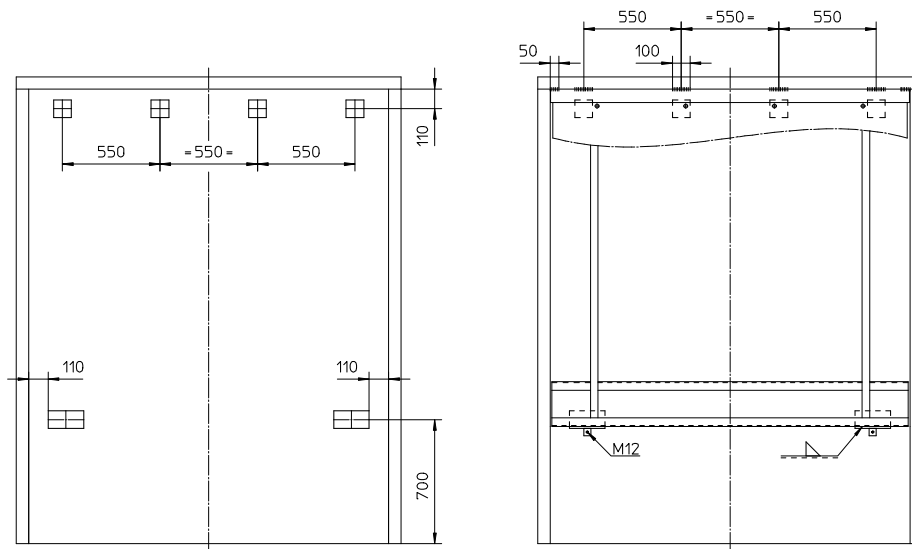
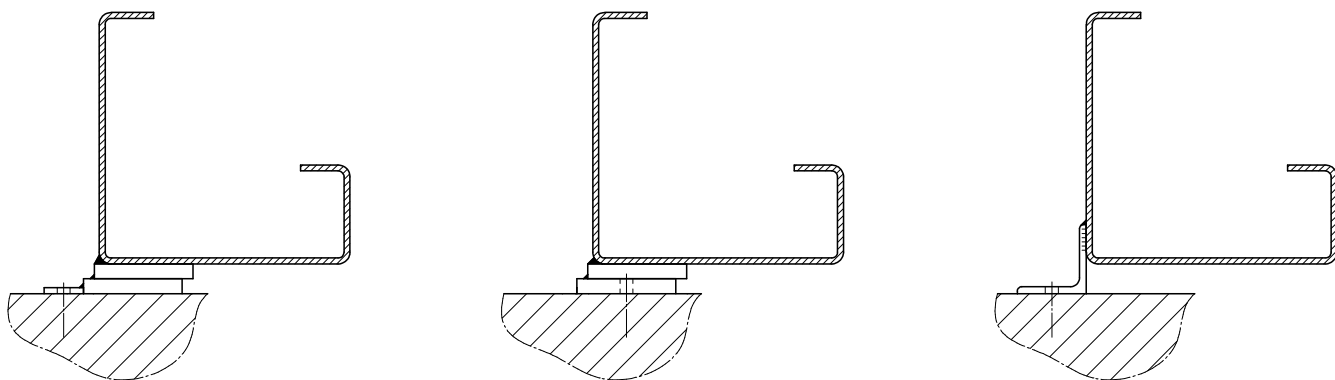

Fig. 4
Fig. 5
2.2 Installatie in dichte put (Fig. 4)
Plaats vulplaten (shims) afm. 100 x 100 mm op 4 plaatsen aan de achterzijde en shims (afm. 200 x 100 mm) op 2 plaatsen aan de voorzijde zoals aangegeven in Fig. 4, waarop het subframe van de laadbrug rust.
Wanneer subframe en putrand, dek en laadvloer, horizontaal liggen, las dan de shims vast. De dwarsbalk van het subframe moet aan de bodem van de put worden bevestigd, bijvoorbeeld door de shims met betonankers M12 te bevestigen, zie Fig. 5. Ook dient de achterzijde van het subframe aan de putrand gelast te worden, en wel op 6 plaatsen zoals aangegeven in Fig. 4.
2.2 Installation in dichter Grube (Fig. 4)
Bringen Sie Distanzplatten (Shims) mit den Maßen 100 x 100 mm an 4 Stellen an der Rückseite und Shims mit den Maßen 200 x 100 mm an 2 Stellen an der Vorderseite an, wie in Fig. 4 angegeben, worauf den Rahmen der Überladebrücke ruht.
Wenn Rahmen und Grubenrand, Deck und Rampe, waagrecht liegen, sind die Shims festzuschweißen. Den Querbalken des Rahmens muss am Grubenbodens befestigt werden, zum Beispiel durch verankern der Shims mit Anker M12, siehe Fig. 5. Weiterhin ist die hintere Seite des Rahmens an den Grubenrand festzuschweißen, und zwar an 6 Stellen wie gezeigt in Fig. 4.
2.2 Installation in closed pit (Fig. 4)
Place shims 100x100 mm at 4 locations at the back and shims 200x100 mm at 2 locations at the front, as indicated in Fig. 4, where the subframe of the dock leveller rests on.
When the subframe and the pit edge, deck and loading floor are horizontal, the shims are to be welded on. The frontangle of the subframe must be fixed to the pit floor, for example by fixing the shims with anchors M12, see Fig. 5. In addition, weld the rear side of the subframe to the pit edge at the 6 locations indicated in Fig. 4.
2.2 Installation dans fosse fermée (Fig. 4)
Poser des cales (shims) de 100x100 mm à 4 endroits du côté arrière et des cales de 200x100 mm à 2 endroits sur le devant comme indiqué dans Fig. 4, où le châssis du niveleur de quai se repose dessus.
Souder les cales quand le châssis et le rebord de la fosse, le tablier et la plate-forme de chargement se trouvent en position horizontale. Le traverse du châssis doit être fixé au fond de la fosse, par exemple en fixant les cales avec les ancrs M12, voir Fig. 5. Le châssis aussi doit être soudé au rebord de la fosse; cela doit se faire à 6 endroits comme indiqué dans Fig. 4.